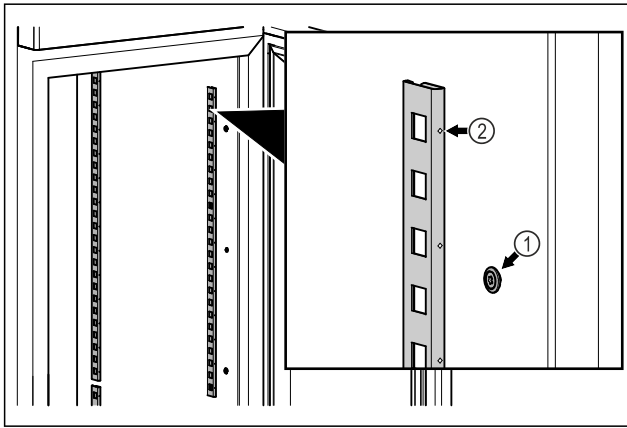

Fig. 81 Ενδεικτική απεικόνιση
- ▶ Αναρτήστε τα προφίλ ασφάλισης στην ανάρτηση Fig. 81 (1). Το σημάδι Fig. 81 (2) πρέπει να δείχνει προς τα εμπρός.